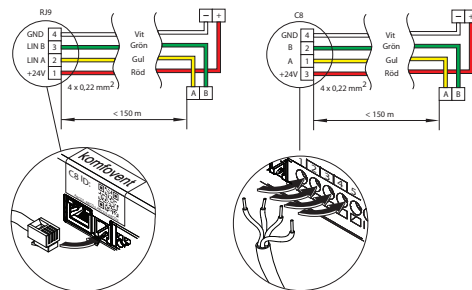

Fig. 23. Kopplingsdiagram för kontrollpanelen
- Kontrollpanel (se fig. 23).
- **Utgångar AOUT (6–8)** – Strömförsörjning och styrsignal till ett ventilställdon för vattenblandning till en extern värmeväxlare eller kylare/värmare för direkt förångning (DX). Beroende på vilken typ av "Externt batteri" som är valt i inställningarna (se "DOMEKT Användarmanual") styrs ventilställdonet av en värme- eller kylsignal. En extern förvärmare för frostskydd av CF-värmeväxlaren kan också anslutas här.
Styrpanelens kabel ansluts till C8-huvudkortet som visas i Fig. 23. Undantaget är R 200 V aggregatet, där man ansluter mot en RJ10-kontakt som sitter på en utdragen kabel ovan aggregatet.